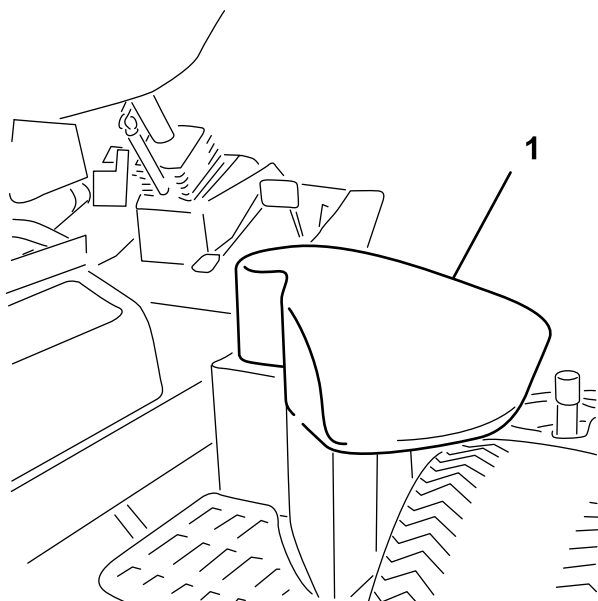

Figura 36
2. En el lado derecho de la máquina, levante la tapa del depósito de aceite hidráulico (Figura 36).